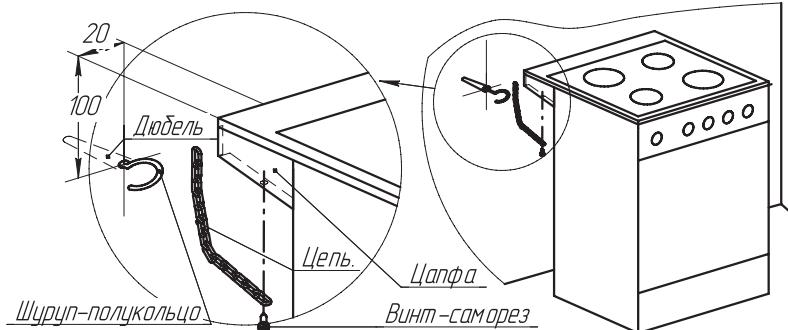

рис. 1
2. Провести разметку положения отверстия под установку дюбеля, для чего от угла стола плиты провести линии на расстоянии 20мм и 100мм согласно рисунку (рис.1) и отметить точку их пересечения. Отодвинуть плиту.